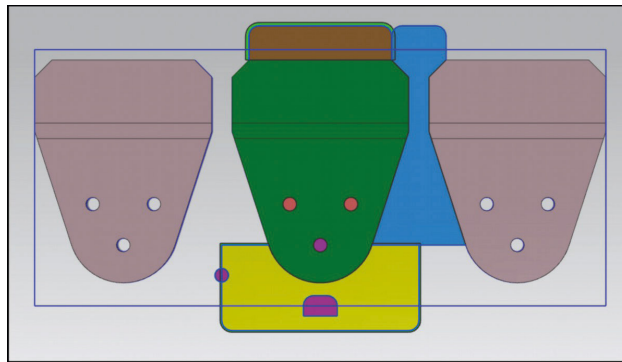

Рис. 5.18. Созданные перекрытия
13. Назначьте ширину перекрытия 1 мм. Повторите процедуру для желтого отхода. Установите для него величину перекрытия 0,5 мм. Результат создания перекрытия представлен на рис. 5.18.